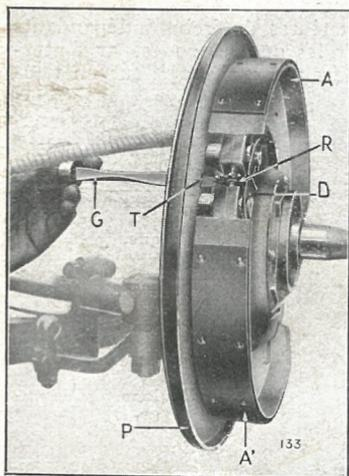

Fig. 31. — REGLAGE FREIN
**Le réglage principal:** une molette « R » (fig. 31) pour le rattrapage de l'usure des garnitures.
Pour tourner la molette, on introduit un outil quelconque, un tournevis par exemple, par le petit orifice prévu à cet endroit. (Voir fig. 31.)